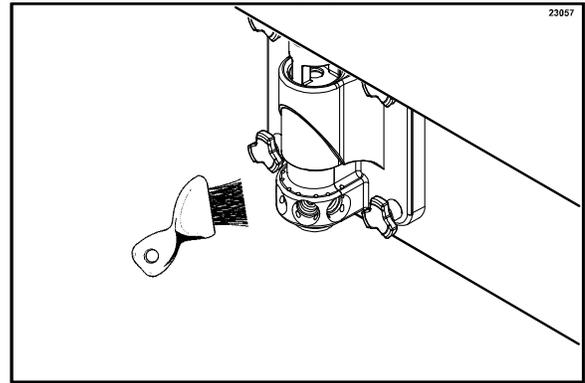

図25
5. シロップポートブラシ (ドアスパウトブラシ) で各シロップポートを 10~15 回ブラシ洗浄します。各ポートをブラシ洗いするときは、その都度消毒溶液にブラシを浸してください (図25を参照)。